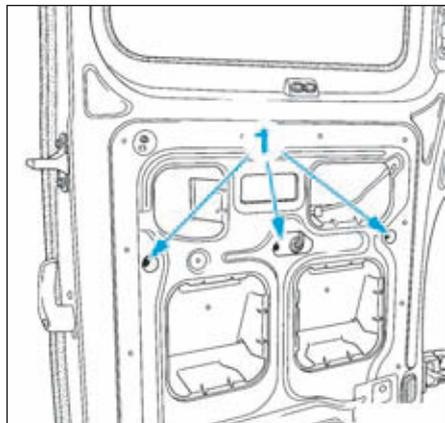

FIG.140
- Déposer les écrous de fixation (1) (Fig.140).